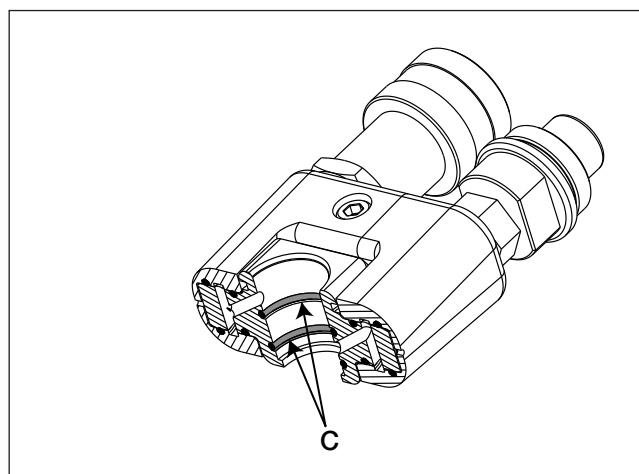

Figura 3, Installazione della guarnizione O-ring - Blocco collettore girevole
- Installare due nuove guarnizioni O-ring (C) del kit nelle scanalature del blocco collettore girevole. Proteggere le guarnizioni O-ring con uno strato di grasso al silicone prima di installarle. Per la posizione, vedere la Figura 3.
- Dopo l'installazione, applicare su tutte le guarnizioni O-ring una piccola quantità di grasso al silicone aggiuntivo. Fare scorrere delicatamente il nuovo gruppo girevole TSP (B) nel perno girevole (F).
- Installare una nuova guarnizione (A) di ritegno dell'anello elastico del kit sul perno girevole (F).